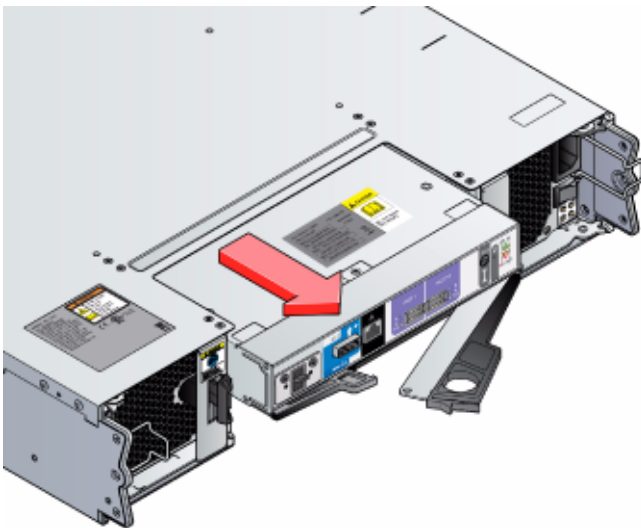

図3-16 RAID コントローラーモジュールの取り外し
3. ラッチをハンドルとして使用し、RAIDコントローラー（図3-16参照）を取り外します。